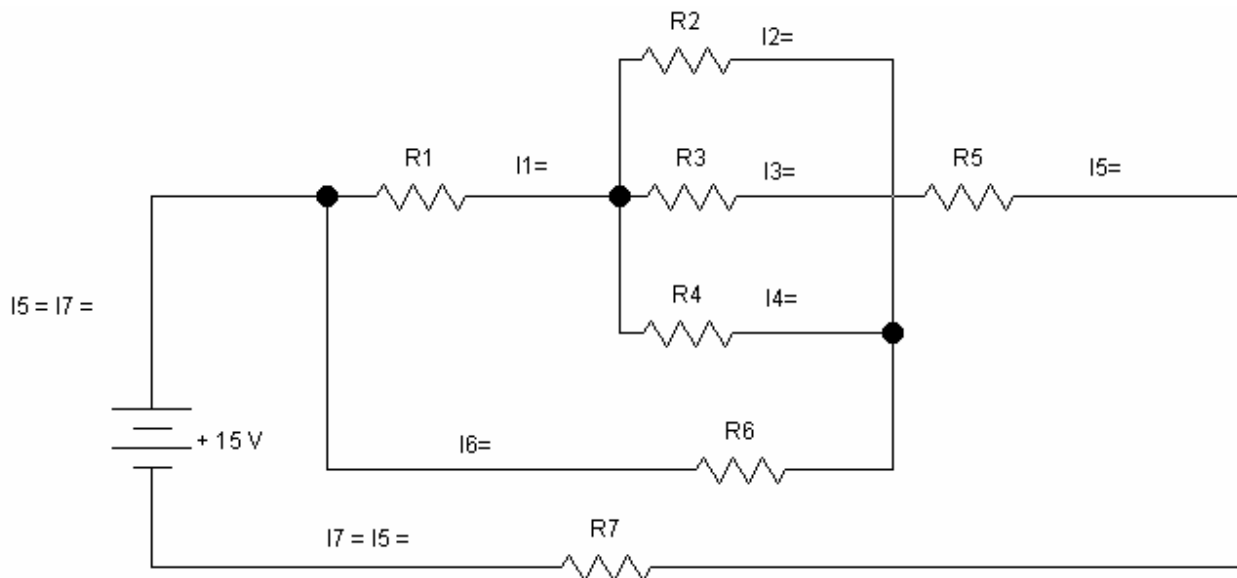

Figura 3.2- Correntes nos ramos
10. Registrar cada valor de corrente na figura 3.2 e indicar o seu sentido.